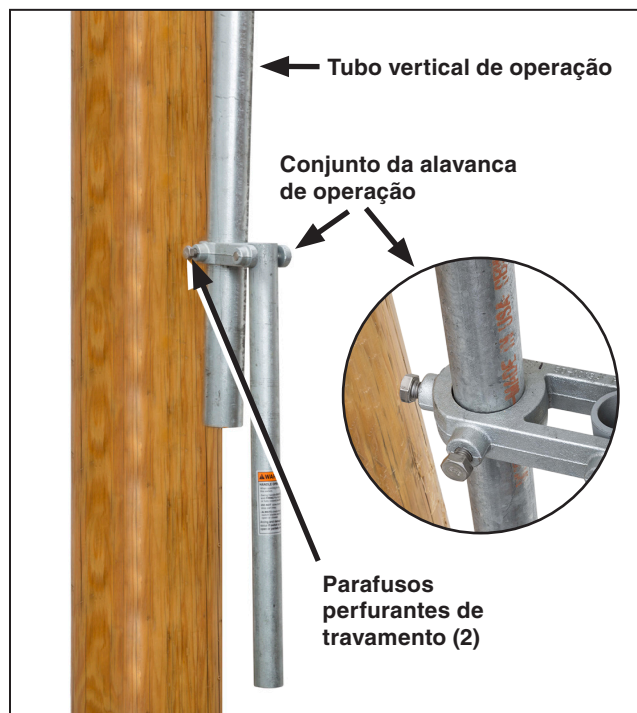

Figura 21. Instalação do conjunto da alavanca de operação.
**PASSO 17.** Afrouxe os parafusos perfurantes de travamento do garfo da alavanca e deslize para cima o conjunto do tubo até que a posição indicada no diagrama de montagem seja obtida. O tubo de operação deve ficar entre 8 e 20 cm (3 a 8 polegadas) abaixo do conjunto da alavanca de operação. Ver Figura 21.
**PASSO 18.** Deslize o conjunto da sapata-base pela seção inferior do tubo até a posição mostrada no diagrama de montagem. Ver Figura 22. Ajuste o conjunto da alavanca de operação até que ela esteja entre 5 e 8 cm (2 a 3 polegadas) acima do conjunto da sapata-base. Aperte os parafusos perfurantes de travamento, perfurando o tubo. Continue com o aperto até que seja sentida uma resistência firme. Ver Figura 21. Ao mesmo tempo, use um dos parafusos para fixar uma ponta da cordoalha de aterramento (a ponta com o conector de aterramento instalado) ao conjunto da sapata-base.